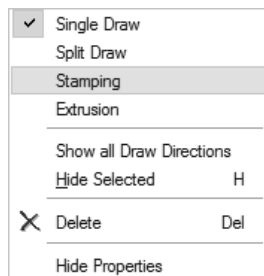

图 5-57
4) 冲压不出现在工具栏上。冲压是制造约束的一种，可以从零件的右键菜单中施加，如图 5-57 所示。